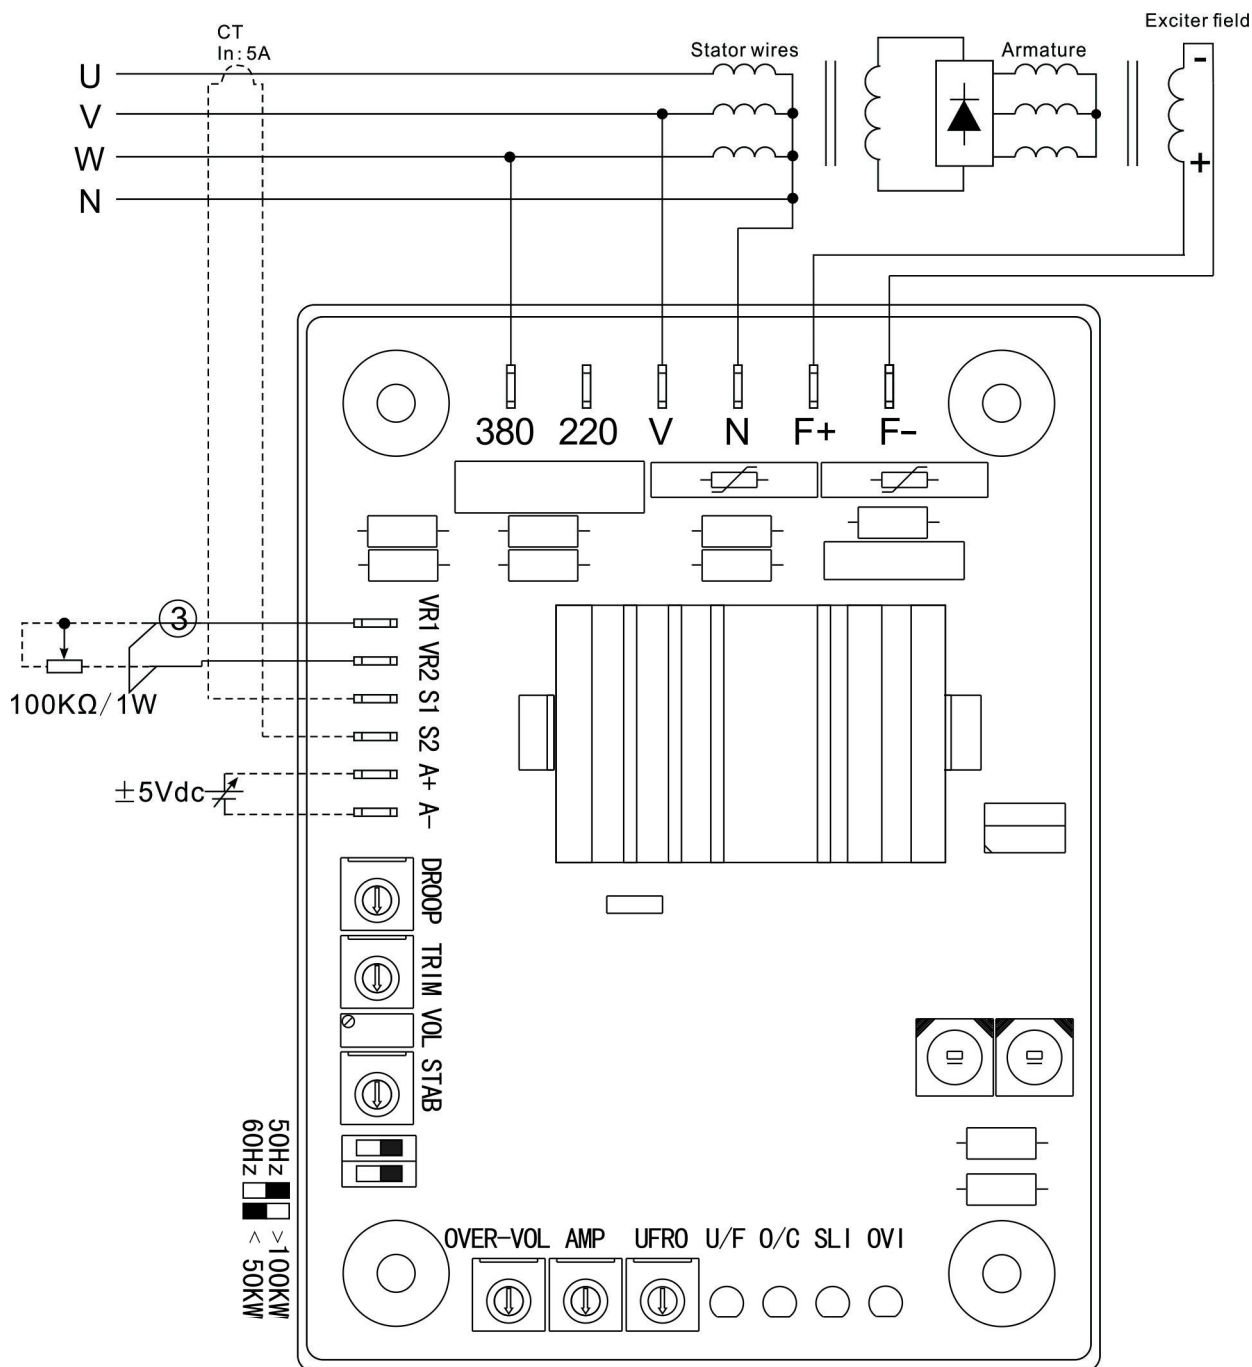

图2. 400V系统自动励接线图
参考图2、图3、图4
- 4、**V**、**V220**、**V380** 为检测信号输入端，接发电机的输出端线电压。**注：V 是公共输入，它既是电源输入，也是检测输入** 400VAC系统发电机输出线电压接到**V**和**V380**(图2)；220VAC系统发电机输出线电压接到**V**和**V220** (图3)。
- 5、**S1**、**S2** 为电流补偿输入端。并机时，接电流为5A，容量为5VA的电流互感器 (CT) 的输出端。注意：互感器线路不要有任何接地